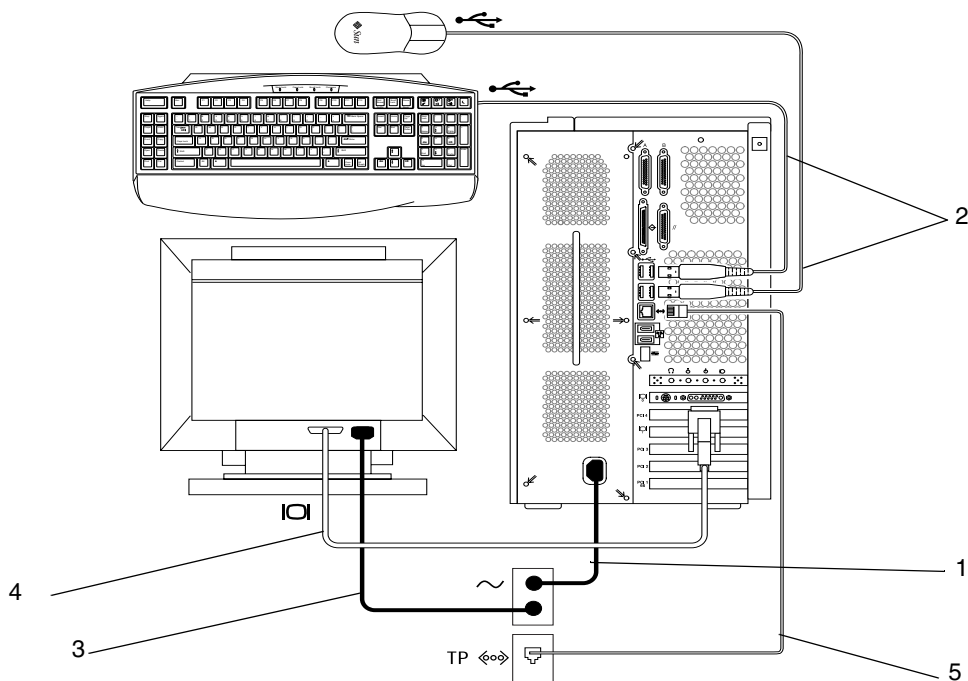

FIGURA 4 Cableado del sistema
1. Conecte el cable de corriente del sistema a una toma de corriente conectada a tierra (consulte la FIGURA 4).